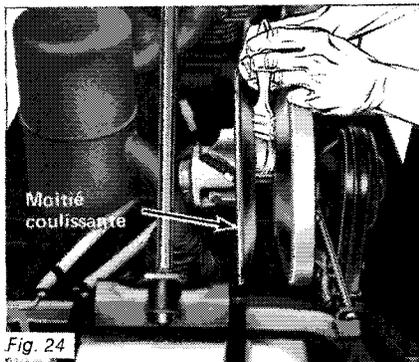

Fig. 24
2. Nettoyez entièrement l'axe de la poulie menée. Appliquez-y une légère couche de lubrifiant Ski-Doo* pour poulies. (Voir Fig. 24).